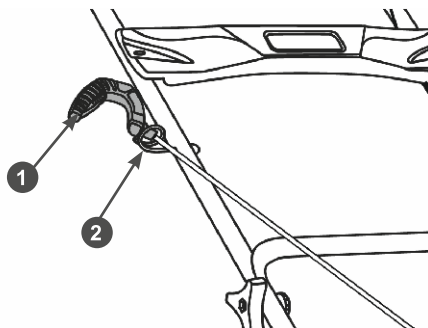

Рис. 6. Крепление ручки стартера на руле
6. Закрепите ручку стартера в петлю на руле управления. Для этого нажмите рычаг 9 остановки двигателя (Рис. 1) и медленно потяните за ручку стартера, чтобы вытянуть шнур из корпуса стартера на требуемую длину. Затем пропустите шнур стартера через витки петли и отпустите ручку стартера. Ручка стартера должна зафиксироваться на петле, как показано на Рис. 6.